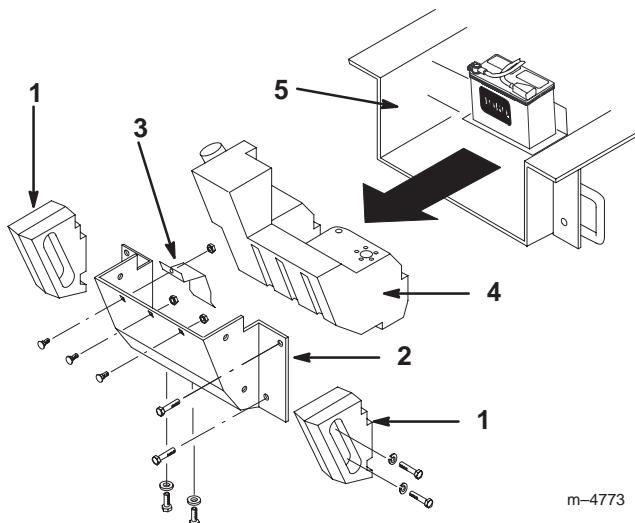

Bild 48
Im Laufe der Zeit sammelt sich im Rahmen unter dem Motor Schmutz und Rückstände an, die entfernt werden müssen. Öffnen Sie die Motorhaube und untersuchen Sie die Stellen unter dem Motor regelmäßig mit einer Taschenlampe. Führen Sie die folgenden Schritte aus, wenn die Schmutzschicht 2,5 oder 5 cm dick ist (siehe Bild 48):
4. Entfernen Sie die Schrauben, Scheiben und Sicherungscheiben, mit denen die beiden Seitengewichte befestigt sind und entfernen Sie die Gewichte (Bild 48).
6. Entfernen Sie die drei Schlossschrauben und Scheiben von der Batterieunterseite und der Kraftstofftank-Halterung und entfernen Sie die Halterung (Bild 48).
7. Entfernen Sie die sechs Muttern und Schrauben, mit denen die hintere Abdeckung befestigt ist und nehmen Sie die Abdeckung ab (Bild 48).
10. Schieben Sie den Kraftstofftank nach hinten (Bild 48).
16. Schieben Sie den Kraftstofftank in den Rahmen (Bild 48).
21. Setzen Sie die hintere Abdeckung wieder auf und befestigen Sie sie mit den vorher entfernten sechs Schrauben und Muttern (Bild 48).
22. Setzen Sie die Kraftstofftank-Halterung über den Tank und befestigen Sie sie und den Batterieuntersatz mit den vorher entfernten Schrauben und Scheiben (Bild 48).
23. Befestigen Sie die Seitengewichte mit den vorher entfernten Schrauben, Scheiben und Sicherungs-scheiben (Bild 48).